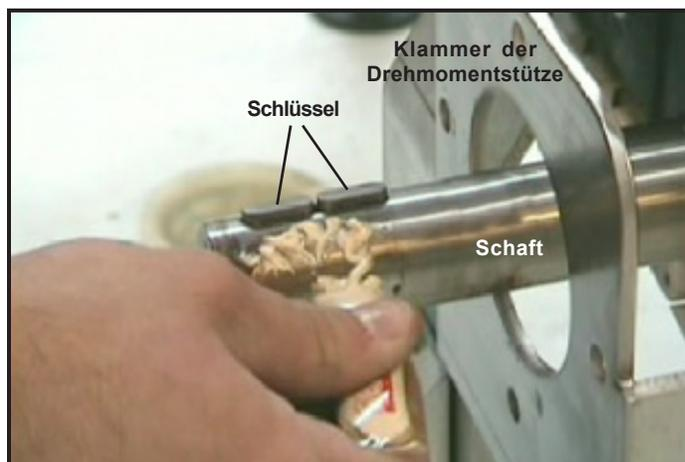

Abbildung 35: Anti-Klemm-Mischung aufgeben
- Geben Sie eine gewisse Anzahl an Anti-Klemm-Mischung auf die Außenseite des Antriebschafts (*Abbildung 35*).
- Stellen Sie sicher, dass der Schlüssel richtig auf dem Antriebschaft angebracht ist (*Abbildung 35*).